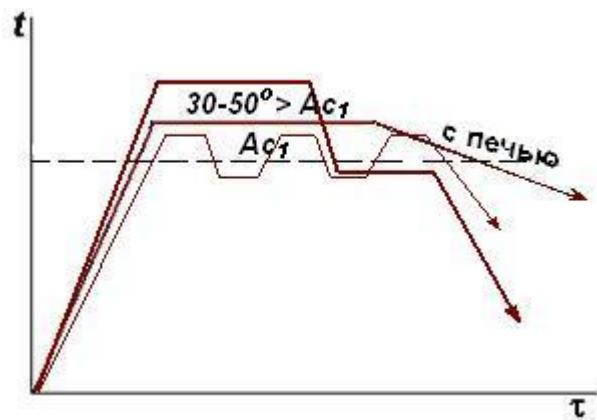

Рис. 5.4. Режим неполного отжига
2) *Неполный отжиг* заэвтектоидных (инструментальных) сталей выполняется с целью получения структуры зернистого перлита. Для этого сталь нагревают на  $30-50^\circ$  выше критической точки  $Ac_1$  (т. е. линии  $PSK$ ). Применяют несколько различных режимов (рис. 5.4).